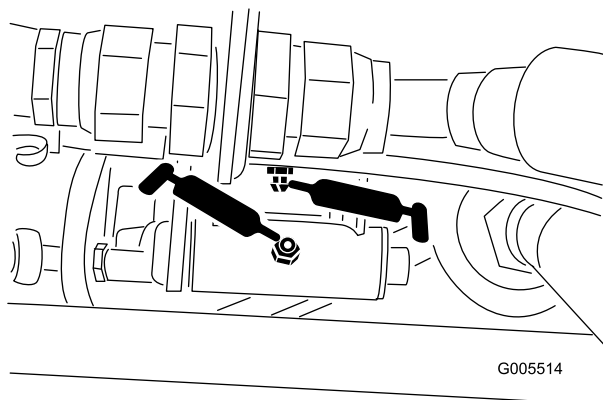
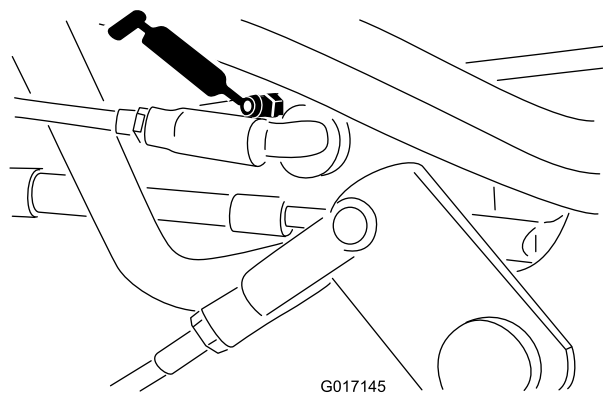

Figura 41
Figura 42
- Tiranteria del selettore di velocità (Figura 41 & Figura 42)